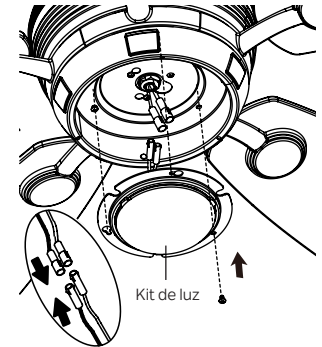

Figura 23
Paso 2. Conecte los dos conectores de una clavija del kit de luz a los dos conectores de una clavija del conjunto del motor. Conecte el cable negro con el cable negro y el cable blanco con el cable blanco. Coloque los dos orificios de la ranura del kit de luz sobre los dos tornillos que se aflojaron previamente de la placa de luz. Gire el kit de luz hasta que encaje en su lugar en el extremo estrecho de los orificios de llave. Apriete firmemente los dos (2) tornillos que aflojó anteriormente y el que quitó anteriormente. (Figura 23)